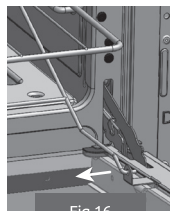

Fig.16
- Desengate os arrastadores (Fig.16) e puxe a grade para fora do forno.